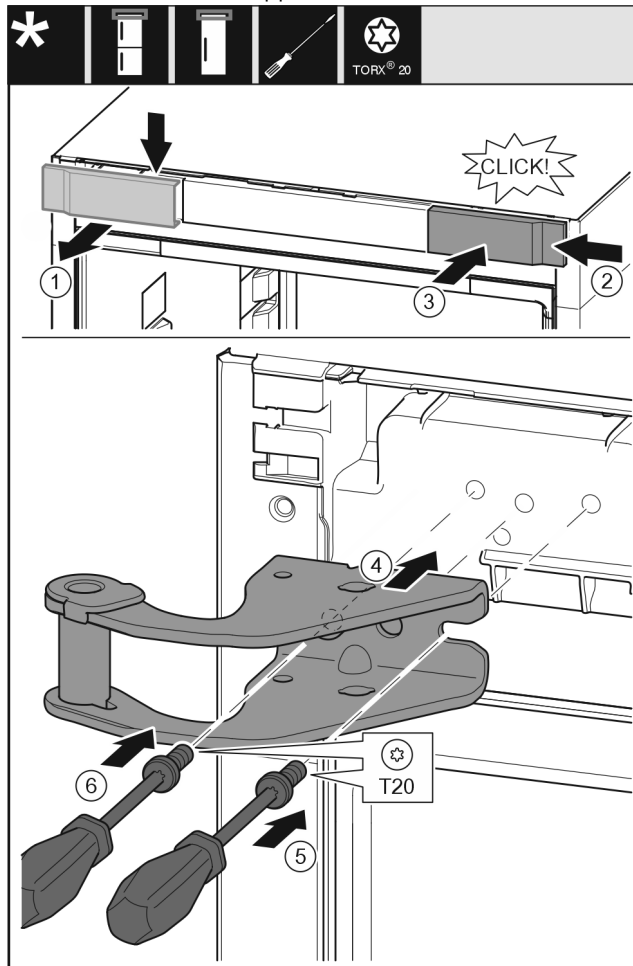

Fig. 11
- ▶ Rimuovere la copertura Fig. 11 (1) dall'alto in avanti.
- ▶ Agganciare da destra la copertura Fig. 11 (2) ruotata di 180° sull'altro lato.
- ▶ Innestare la copertura Fig. 11 (3).
- ▶ Applicare il blocco di supporto superiore Fig. 11 (4).
- ▶ Applicare la vite Fig. 11 (5) con un cacciavite e serrarla.
- ▶ Applicare la vite Fig. 11 (6) con un cacciavite e serrarla.